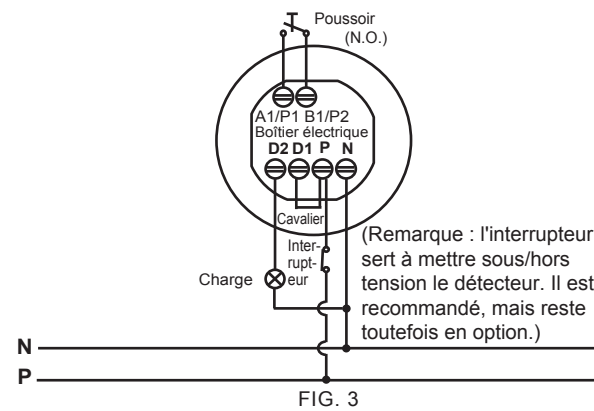
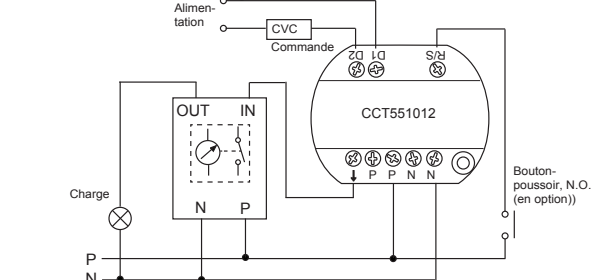

FIG. 3
Fig 8. Détecteur combiné à un circuit de minuterie de cage d'escalier
- Un capteur contrôle une charge (voir FIG. 3).
3.2.2.2 La borne R&S fournit un point de raccordement optionnel pour un bouton-poussoir. La FIG. 8 indique comment brancher un détecteur à un circuit de minuterie de cage d'escalier.
3.3.3.2 Retirer les câbles de la boîte de dérivation standard (voir FIG. 14), puis dénuder 6 à 8 mm d'isolant pour le raccordement, et voir les schémas de câblage pour un bon branchement (voir FIG. 3 - FIG. 8).
3.3.4.5 Voir la FIG. 13 pour assembler la tête de capteur sur le boîtier électrique, puis voir les schémas de câblage (voir FIG. 3 et FIG. 8) pour un branchement correct.